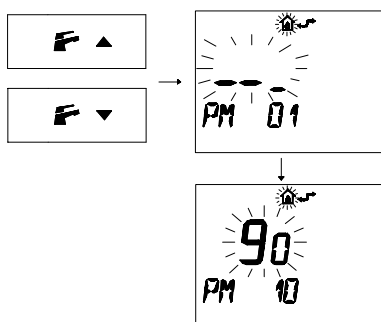

Figura 5.51
- Pulse los botones  o  para visualizar la programación "**PM10**", de selección de la frecuencia de encendido (Figura 5.51).
En la Figura 5.51 se muestra un punto de consigna programado de **90**, equivalente a un tiempo de reencendido de aproximadamente 3 minutos.